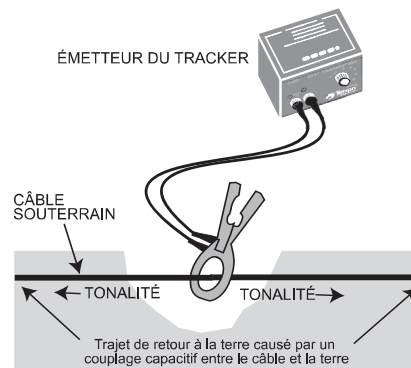

Fig. 11 - Couplage à mi-trajet
- Couplage à mi-trajet :** Si le câble testé est relativement long, le courant peut retourner à la terre car la tonalité est transmise dans les deux sens. (Voir fig. 11)